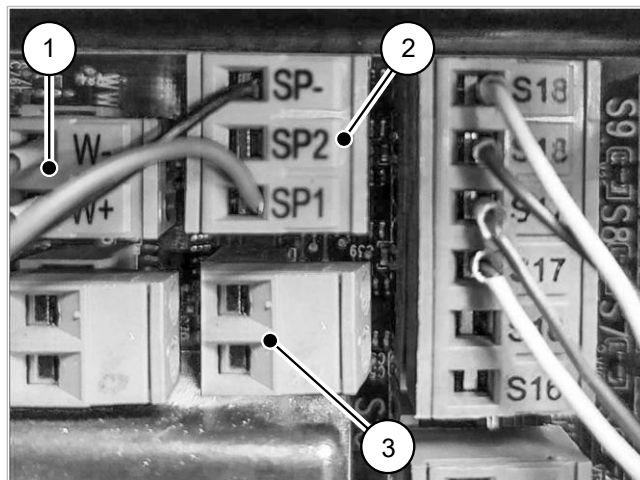

Abb. 5: Anschlüsse auf Netzplatine SC-3
3. Das Signalkabel an den Ausgang WW (O5) (siehe → Abb. 5) wie folgt anschließen:
1. Die Modulation des Gasbrenners SX-LN-2 erfolgt über den Ausgang O1 (siehe → Abb. 5). Die Modulationsanschlüsse des Gasbrenners auf eine zweipolige Buchsenleiste umklemmen und diese auf Ausgang O1 aufstecken.